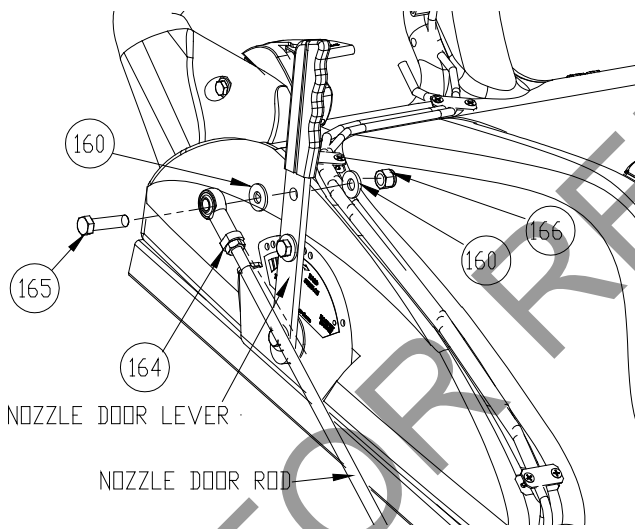

Figura 5
7. Fixe a extremidade da haste à própria haste (*Figura 5* na próxima página)